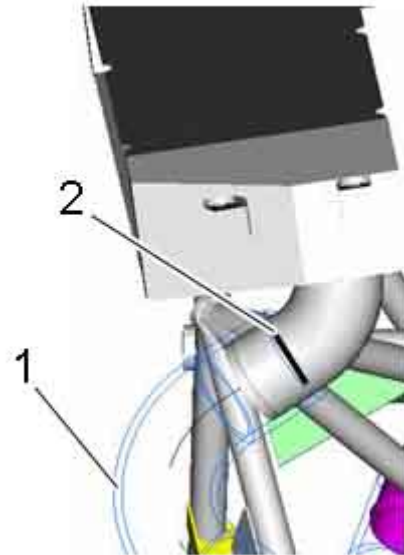

Bild 3 / Fig. 3
10. Die Schlauchenden für eine Rutschkontrolle mit Rutschmarkierungen versehen. Siehe Bild 3.
See Fig. 3.